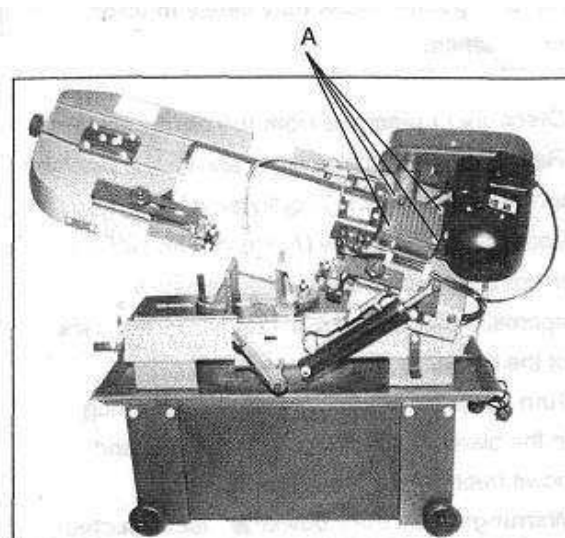

Fig.17
3. Retirez les vis (A, Fig. 17) de la boîte d'engrenages et retirez la plaque et le joint du couvercle.